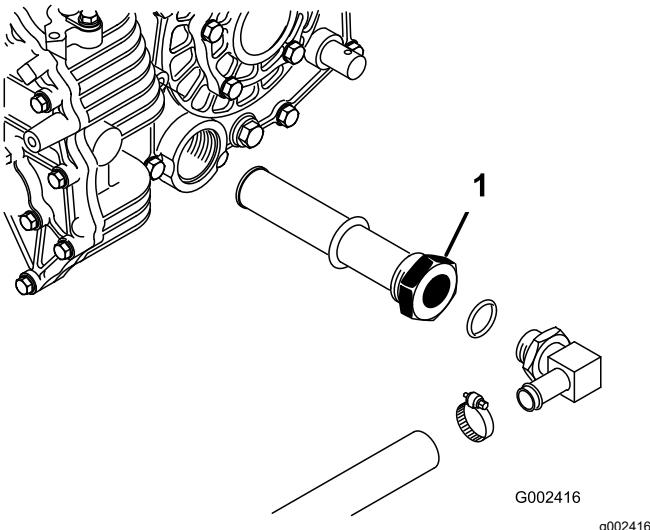

Figure 72
3. Notez l'orientation du flexible hydraulique et du raccord à 90° raccordé à la crêpine sur le côté du réservoir (Figure 72).